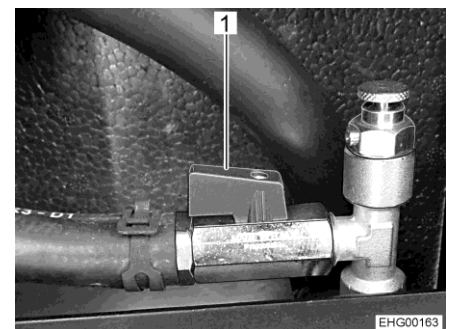

Bild 171 Kugelhahn (geöffnet)
- Den Hebel (Bild 171,1) parallel zur Rohrleitung stellen.